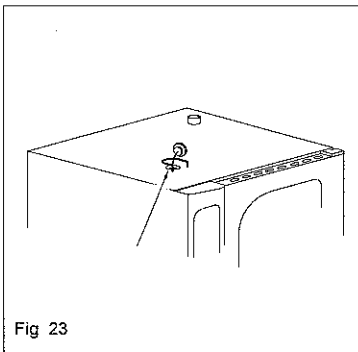

Fig 23
- PARA FORNOS 6GN 1/1 10 GN 1/1: Deitar aprox 4 litros de vinagre dentro da abertura (Fig.23).